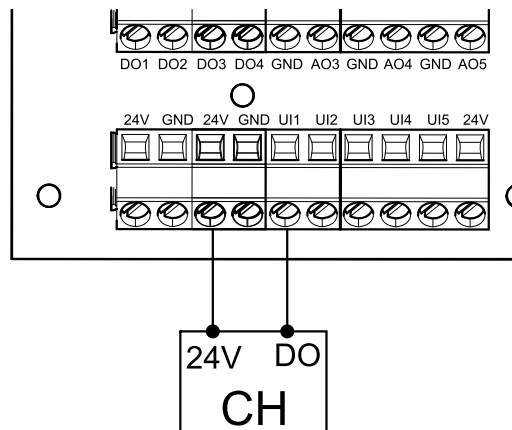

Bild 9 Anschließen der Dunstabzugshaube
1. Steuerleitungen von der Dunstabzugshaube an einen beliebigen freien Universaleingang und 24 V auf der externen Anschlussplatine anschließen (Abbildung 9). Weitere Informationen zur Anschlussplatine finden Sie unter 8.2 *Externe Anschlüsse (außenliegenden Anschlussbox)*, Seite 183.